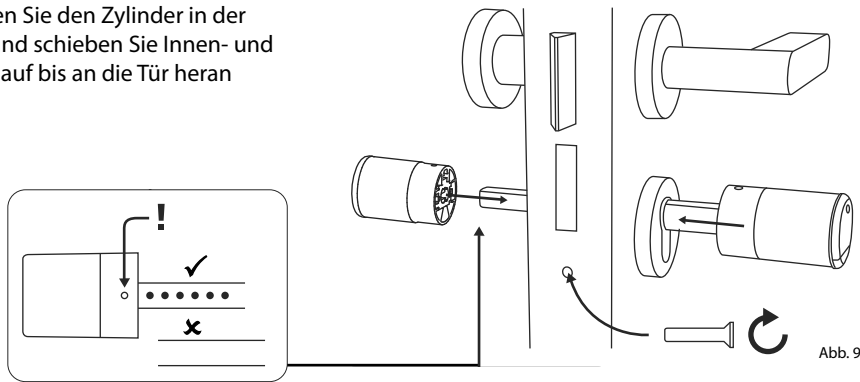

Abb. 9
- < 43 mm = ①
- 44 - 53 mm = ②
- 54 - 59 mm = ③
- ⑥ Schrauben Sie den Zylinder in der Tür fest und schieben Sie Innen- und Außenknauf bis an die Tür heran (Abb. 9).